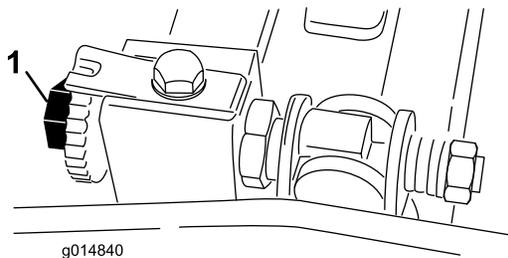

Figura 45
- 2. Asegúrese de eliminar el contacto con el molinete girando los tornillos de ajuste de la barra de asiento en el sentido contrario a las agujas del reloj (Figura 45).
sentido de las agujas del reloj el tornillo de ajuste de la barra de asiento (en el mismo extremo del molinete), un clic a la vez, hasta que el papel quede ligeramente aprisionado cuando se inserta desde delante, paralelo a la contracuchilla, produciendo una ligera resistencia al tirar del papel (Figura 45).